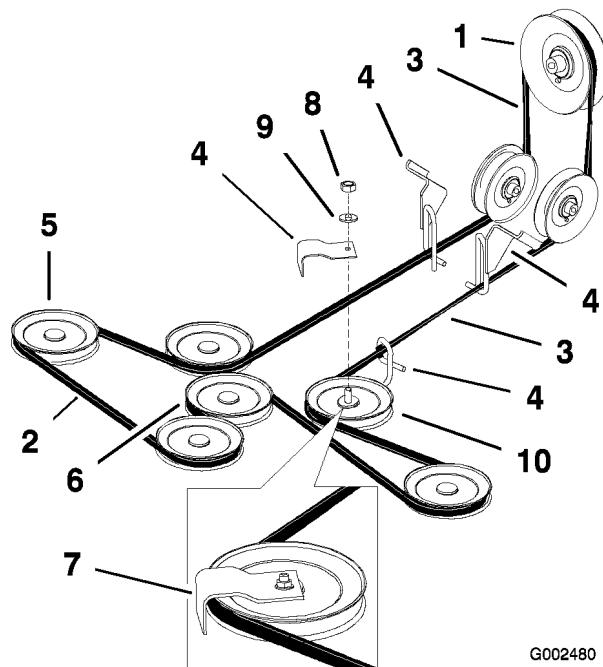

Figure 50
détendre la courroie sur la poulie de tension (Figure 50).
6. Dégagez la courroie de plateau de coupe des guides et déposez-la (Figure 50).
7. Installez la courroie neuve autour des poulies d'axe et de la poulie de tension du plateau de coupe, dans les guide-courroies, dans l'ensemble bras de tension arrière et l'embrayage (Figure 50).
Remarque: Vérifiez le vrillage de la courroie entre les poulies. Il doit être conforme aux spécifications de la Figure 50.
Important: Vérifiez le vrillage de la courroie entre les poulies. Il doit être conforme aux spécifications de la Figure 50.